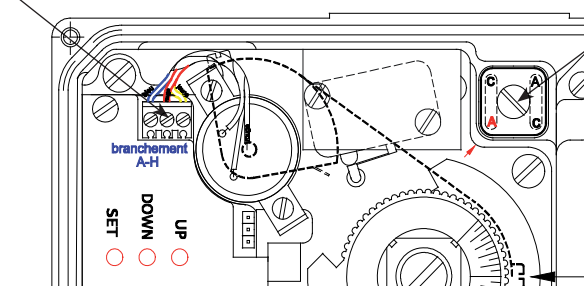

Fig. II.6
- 2 - Dévisser la vis du bloc de conversion (voir figure II.6)